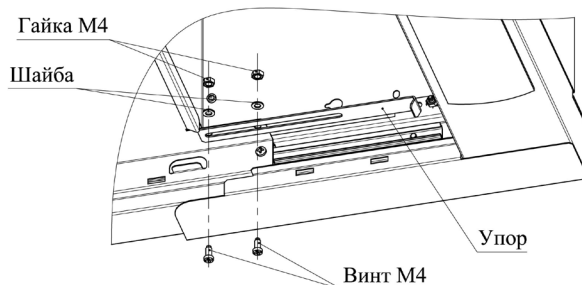
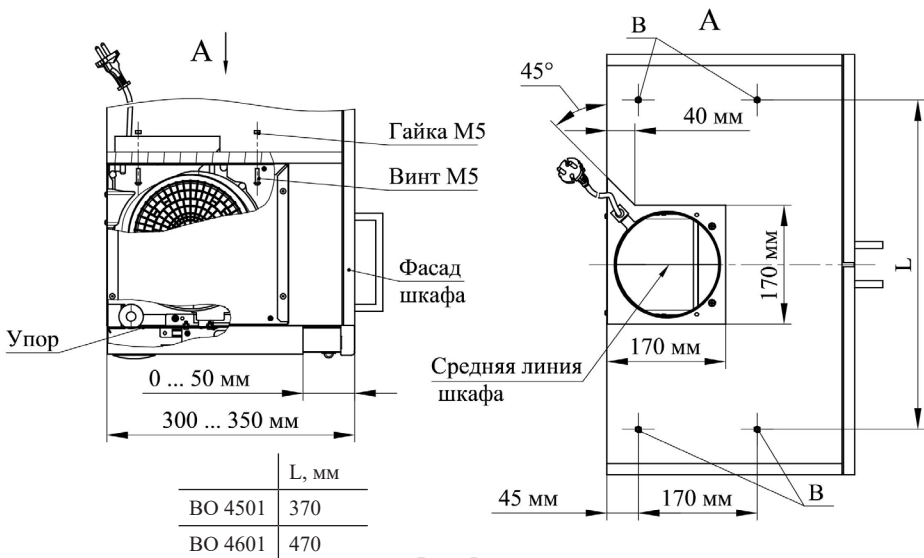

Рис. 4
Рис. 5
упор (рис. 4) и отрегулируйте его вылет (рис. 5). Если глубина Вашего шкафа больше 350 мм, то при его изготовлении необходимо закрыть пространство за воздухоочистителем мебельной панелью.
- 6.3 Шкаф для встраивания воздухоочистителя должен иметь полость с вырезом в верхней панели (рис. 5).
- Разметьте и просверлите отверстия В диаметром 6 мм в верхней панели шкафа согласно рис. 5.